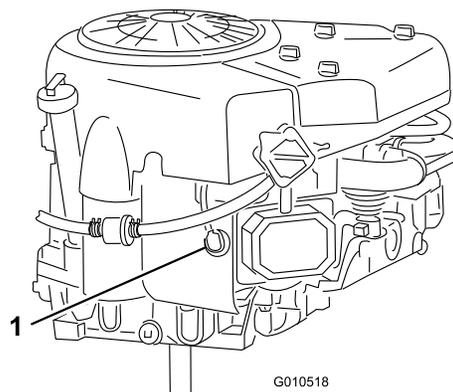

Figura 27
6. Scollegate il cappellotto dalla candela (Figura 27).
8. Togliete la candela e la rondella metallica (Figura 27).
3. Collegate il cappello alla candela (Figura 27).